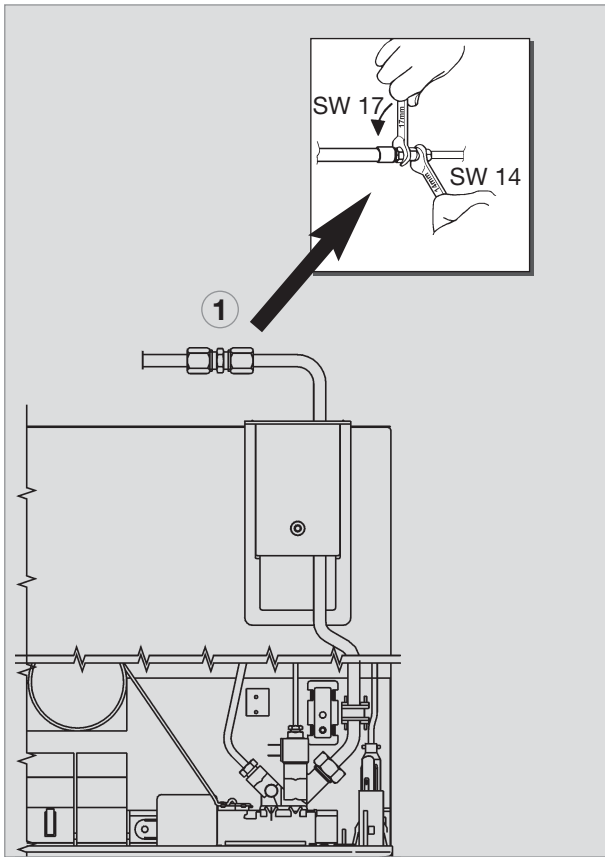

Fig. 37
- **A ligação do gás ao aparelho é efectuada através de tubagem de acoplamento Ermeto L8, DIN 2353-ST, em conformidade com EN 1949 (fig.37,38).**